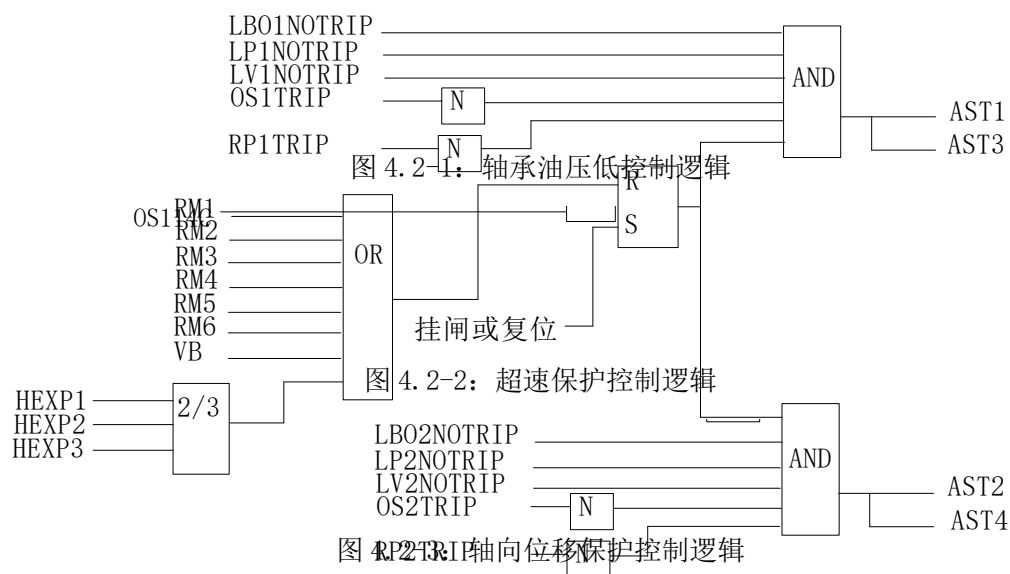

图 4.2-4：遮断控制逻辑
4.2.5.1. 如图 4.2-4，3 个高排压力高开关 HPEX1~3 经过三取二后送出高压缸排汽压力高信号，使 AST 电磁阀失电遮断。